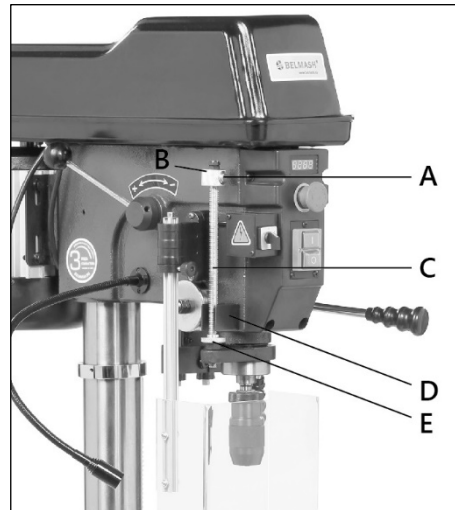

Рисунок 12.
При выключателе в положении ВЫКЛ, опустите ограничитель глубины сверления (B) (рис. 12) на нужное положение на шкале (C), нажав кнопку (A). При сверлении ограничитель (B) будет упираться в кронштейн (D). Вращая гайку (E), можно ограничить ход шпинделя.